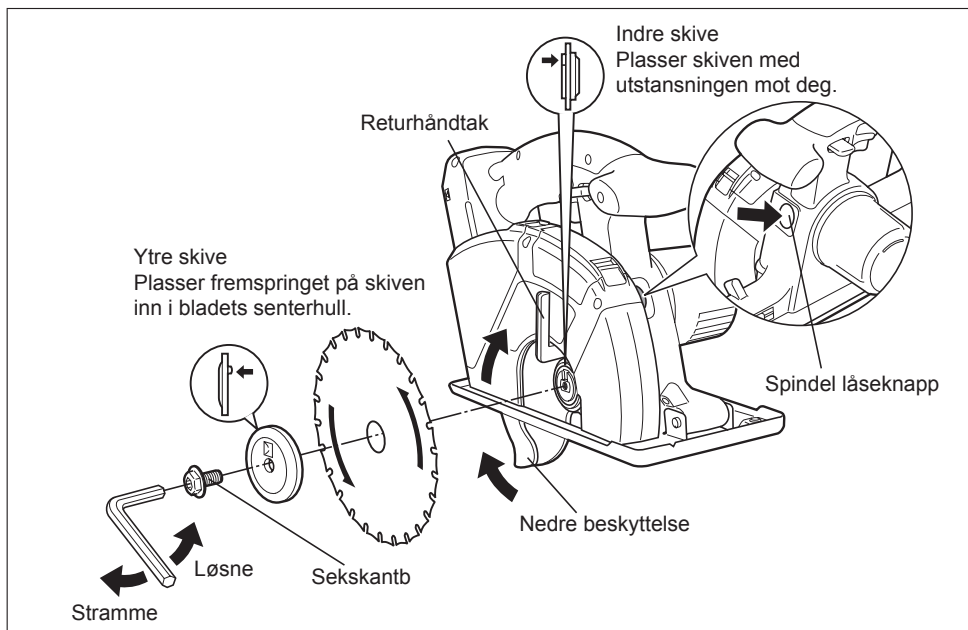

Fig.4
Kontroller at sekskantboltene er skikkelig tilstrammet. [Fig.4]
4. Monter bladet som vist på illustrasjonen. [Fig.4]